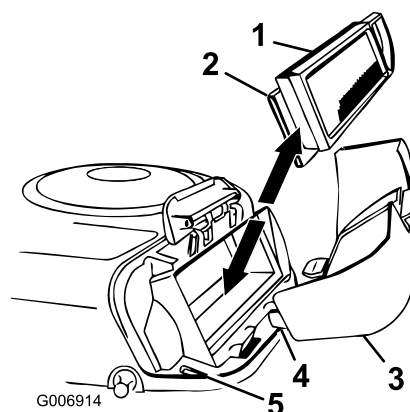

Bild 23
7. Schieben Sie den Papier- und den Schaumeinsatz vorsichtig vom Gebläsegehäuse herunter (Bild 23).
2. Fluchten Sie die Nasen des Luftfilterdeckels mit den Schlitten im Gebläsegehäuse aus (Bild 23).